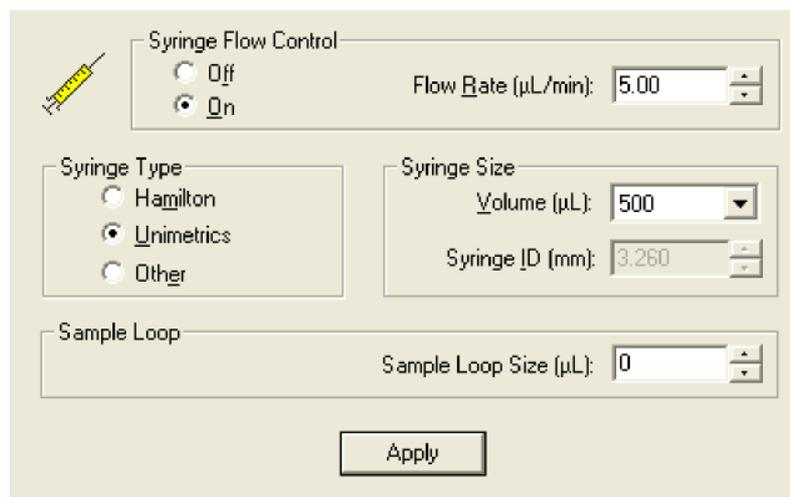

图 2-5. 注射泵和定量环视图
a. 选择**Setup > Syringe Pump & Sample Loop**在工作区域右上角显示注射泵和进样定量环视图, 见图2-5。